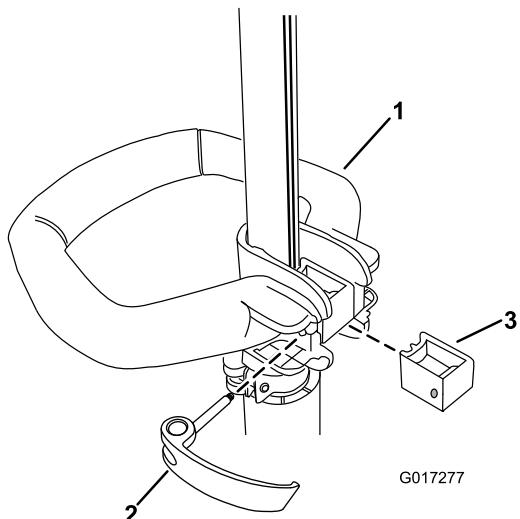

Figure 1
1. Placez la poignée auxiliaire sur l'arbre de la débroussailleuse, la surface lisse tournée vers l'utilisateur (Figure 1).